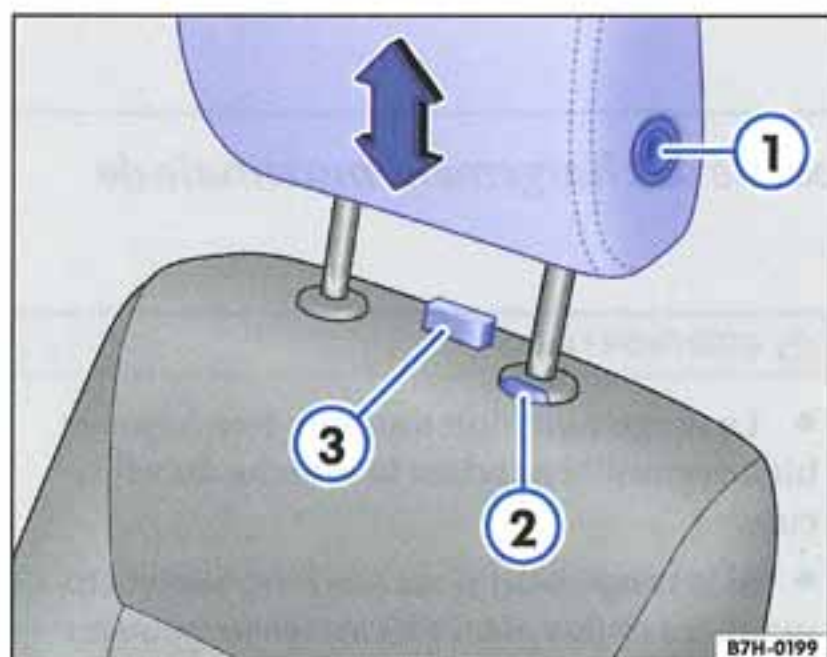

Fig. 21 Réglage en hauteur de l'appuie-tête
- En fonction de la version, appuyez sur la touche ⇒ fig. 21 ① ou ② et maintenez-la enfoncée.